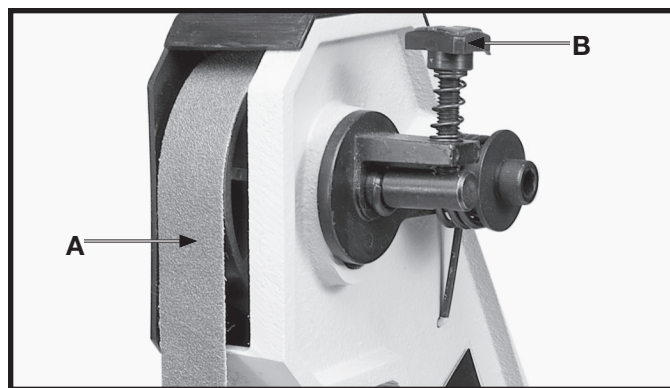

Fig. 23
El alineamiento de la correa está fijado en la fábrica para que la correa (A) Fig. 23 funcione debidamente sobre las poleas. No obstante, si la correa (A) llegase a tirar hacia un lado o el otro sobre las poleas, puede realizarse un ajuste al girar la perilla de alineamiento (B). El girar la perilla (B) en el sentido de las manecillas del reloj moverá la correa hacia la derecha cuando se mira hacia la lijadora. El girar la perilla (B) en el sentido de las manecillas del reloj moverá la correa hacia la izquierda. **ESTE AJUSTE ES GEN-ERALMENTE MUY LIGERO.**